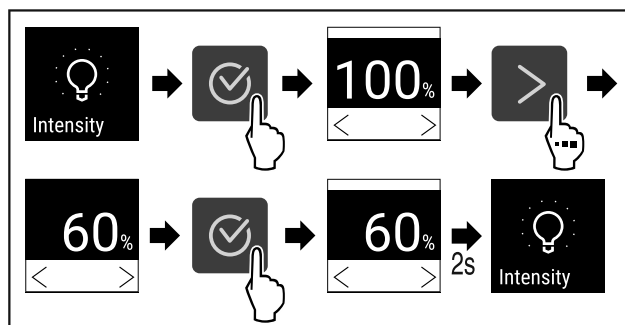

Fig. 89
- ▶ Izvedite zahtevane korake (glejte Fig. 89).